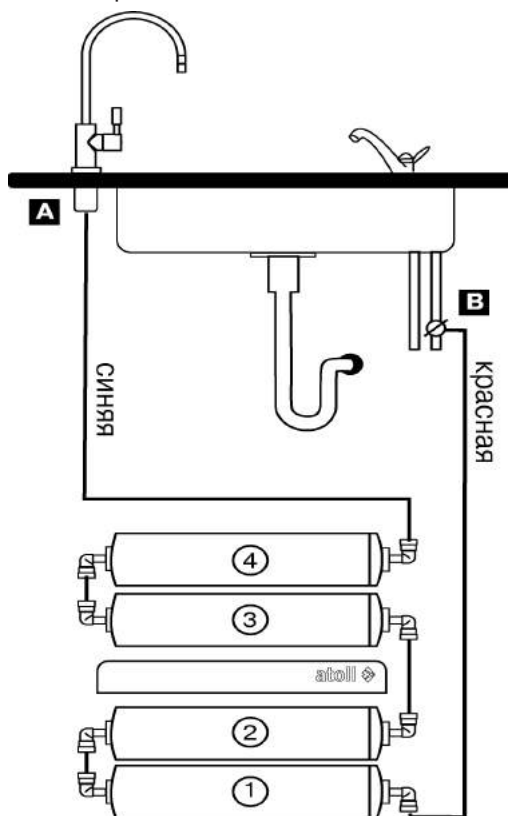

Рис. 1
Для установки крана чистой воды (Рис. 1, А) нужна плоская поверхность достаточной жесткости, чтобы кран был надежно закреплен в вертикальном положении. При выборе места для сверления отверстия (диаметр 13 мм) руководствуйтесь эстетическими соображениями, предварительно убедившись, что:
2.5. Подсоедините красную трубку от фильтра к шаровому крану подачи воды (рис. 1, В).